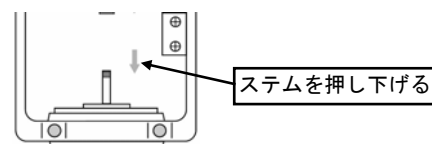

図4
- (2) バルブのステムを一番下まで押し下げます(図4参照)。